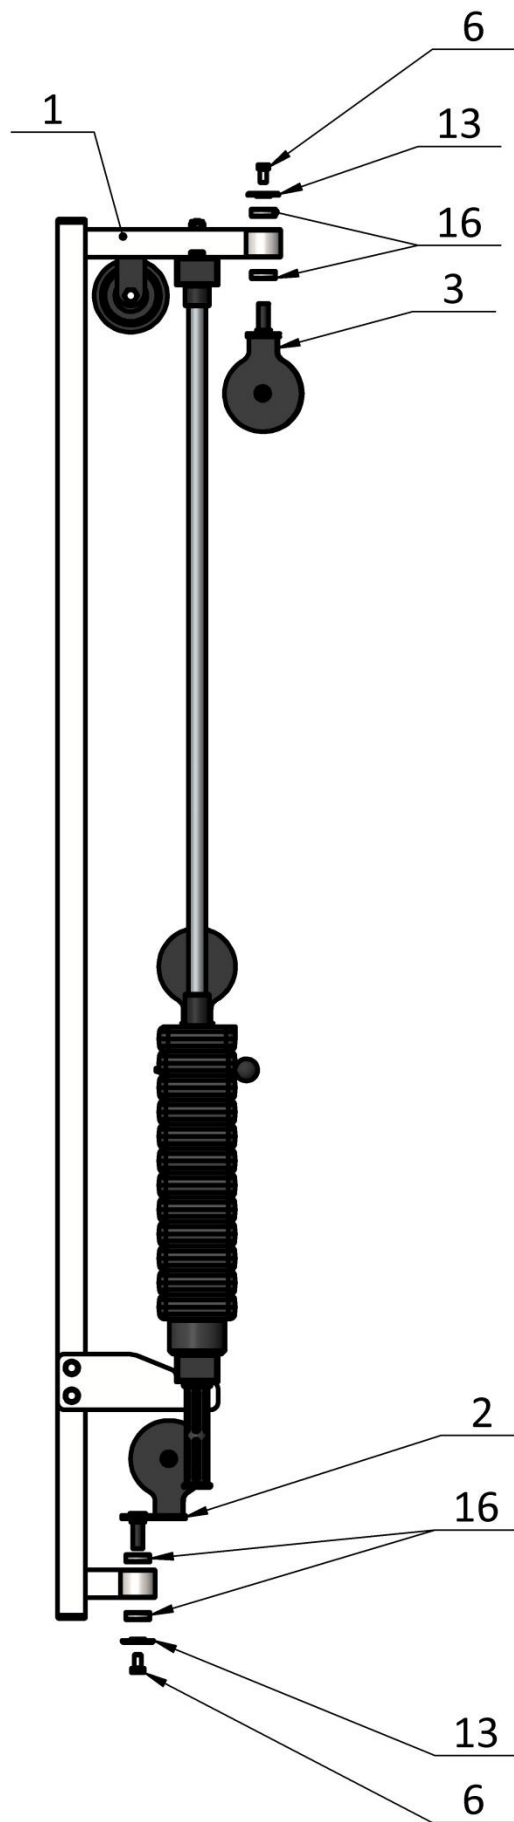

Рис.3
3. К раме грузоблоков (1) через пару подшипников (16) прикручивается блок (3 и 2) с помощью страховочной шайбы (13) и болта М10х20 (6). (Рис.3).